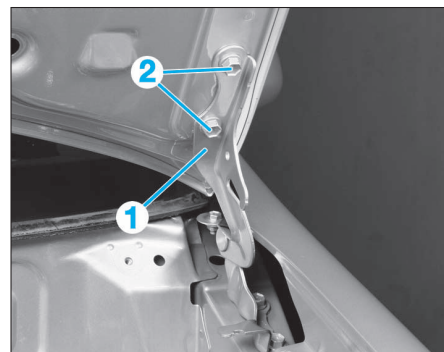

FIG. 11
- Repérer la position du capot moteur sur les pattes de fixation (1) (fig. 11).
- À l'aide d'un autre opérateur, déposer les 2 vis de fixation (2) de chaque côté du capot moteur.